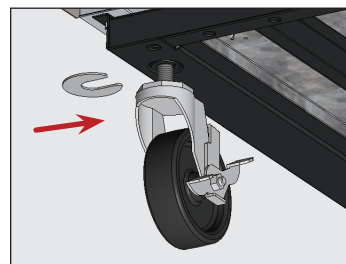

Fig. 9. Inserte la(s) cuña(s) de la ruedecilla. asegúrese de apretar el vástago de la ruedecilla.
5. En el extremo inferior del equipo, afloje el perno de las ruedecillas lo suficiente como para deslizar las cuñas de las ruedecillas entre el cojinete de las ruedecillas y el riel inferior del equipo. Consulte la fig. 9.
6. Coloque la cantidad de cuñas deseada. Consulte la fig. 9.